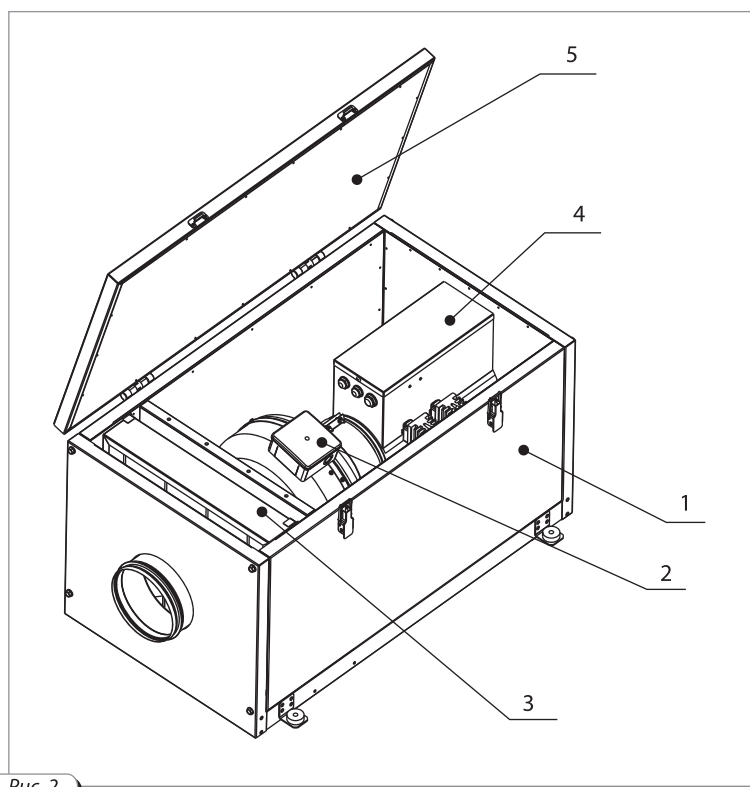

Рис. 2
**Установка «ВПА»** позволяет регулировать расход воздуха, температуру воздуха (подогрев), а также его фильтрацию. Внешний вид **установки «ВПА»** показан на рис.2. В середине корпуса 1 смонтирован центробежно-осевой вентилятор 2, который оснащен электродвигателем с внешним ротором и встроенной тепловой защитой. Электродвигатель находится внутри рабочей турбины и не требует технического обслуживания. Со стороны всасывающего патрубка вентилятора 2 в направляющих корпуса 1 размещен фильтр 3 для воздуха класса фильтрации *EU4* в соответствии с DIN 24185. Со стороны патрубка давления для подогрева воздуха смонтирован канальный электрический нагреватель 4 с круглым патрубком. Электрический нагреватель 4 имеет защиту от перегрева: предохранительное устройство с повторным автоматическим запуском **установки «ВПА»** и аварийным отключением с ручным возвратом: